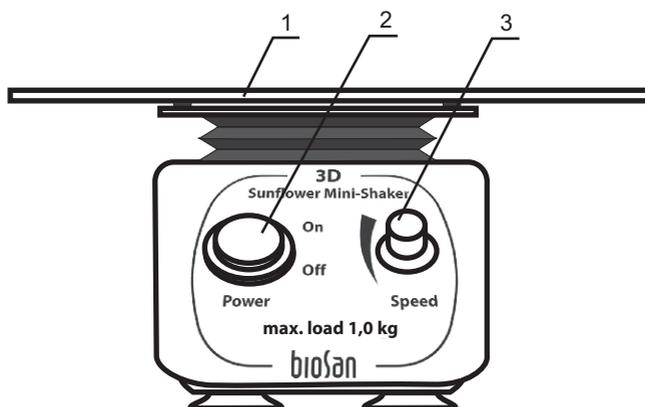

Рис.1. Панель управления
- 4.2. Разместите образцы на платформе прибора (рис. 1/1).
- 4.3. Включите прибор, установив выключатель **Power**, расположенный на передней панели прибора (рис. 1/2) в положение **On** ("включено").
- 4.4. Регулятором скорости (рис. 1/3), расположенным на передней панели прибора справа, установите рекомендуемую методическим предписанием скорость движения платформы.